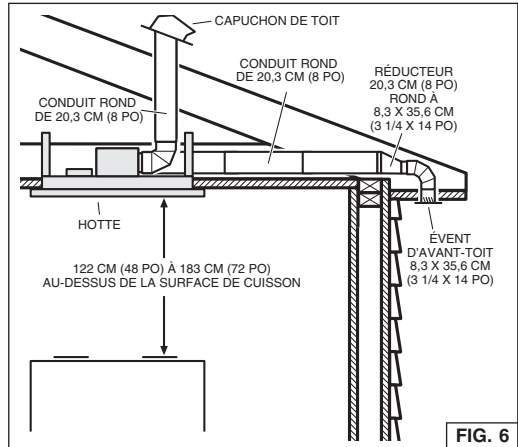

FIG. 6
1. Décidez de l'emplacement des conduits entre la hotte et l'extérieur. Fig. 6.
La hotte doit être centrée au-dessus de la surface de cuisson. Assurez-vous d'un espace adéquat dans la structure du plafond pour l'installation de la hotte et des conduits. Pour mieux capter les vapeurs de cuisson, la hotte doit être 122 cm (48 po) à 183 cm (72 po) au-dessus de la cuisinière. Fig 6.